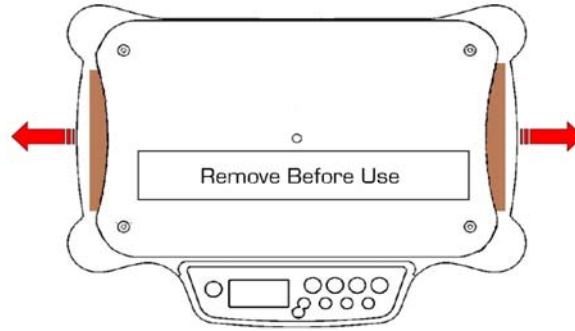

Figure 3-2. Emplacement des languettes de transport angulaires
- Retirer les deux languettes de transport angulaires du pèse-bébé, comme illustré à la Figure 3-2.